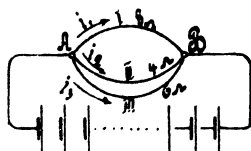

Fig. 10.
75. Zwischen den beiden Punkten A und B (Fig. 10) herrscht ein Spannungsunterschied von 24 [15] (0,3) V. Der Widerstand des Zweiges I beträgt 8 [7,5] (0,2) Ω , der des Zweiges II 4 [3] (0,1) Ω und der des Zweiges III 6 [1,5] (0,08) Ω .